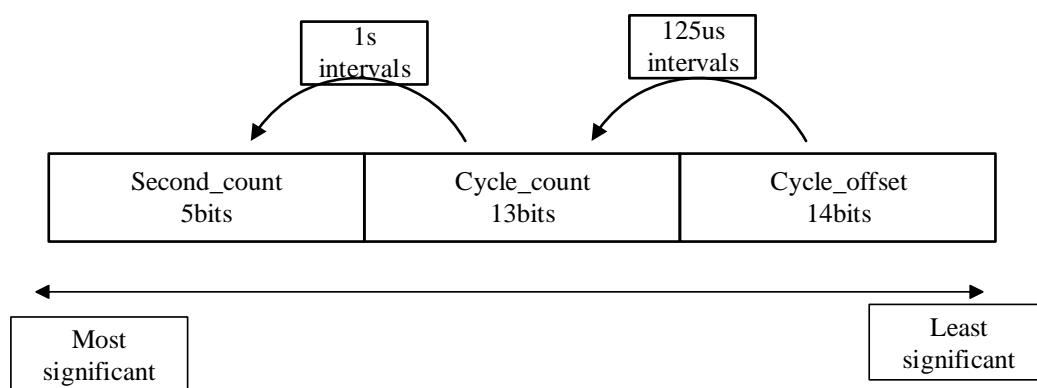

图4-66 时间戳格式
**时间戳数据格式：**时间戳数据格式如图 4-66 所示。